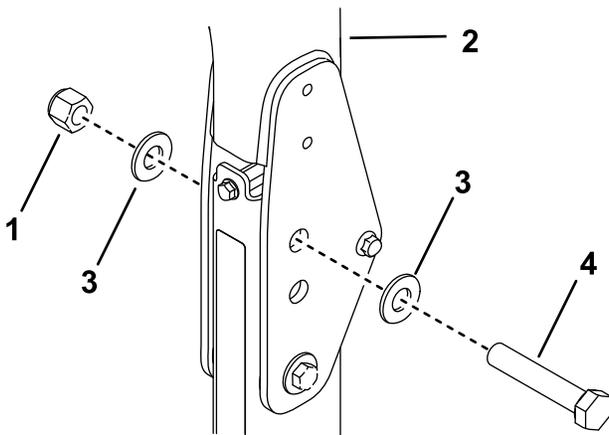

Bild 26
B. Legen Sie eine Scheibe ($13/16'' \times 1\frac{1}{2}''$) auf jede Schraube ($\frac{3}{4}'' \times 4''$), wie in **Bild 26** abgebildet.
- C. Setzen Sie die Schrauben und Scheiben in die Löcher ein, aus denen Sie die Stifte entfernt haben (**Bild 26**).
- D. Legen Sie eine weitere Scheibe auf jede Schraube und befestigen sie mit der Mutter ($\frac{3}{4}''$), wie in **Bild 26** abgebildet.